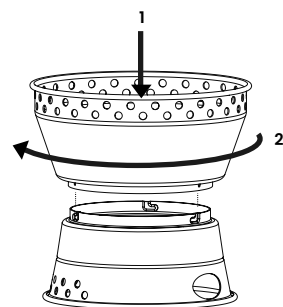

Fig. 2
- Stellen Sie das Untergestell (14) auf eine waagerechte und stabile Fläche aus nicht brennbarem Material, setzen Sie die Höcker am Windschutz (5) in die L-förmigen Nuten ein und drehen Sie den Windschutz, bis er einrastet (Abb. 2).